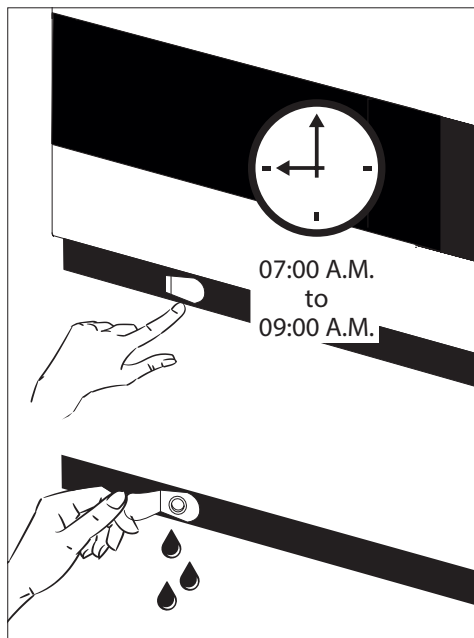

图 17
1. 关闭 ON/OFF 按钮断开电源。**重要提示！** 仅关闭疫苗柜的电源。（见图 17）